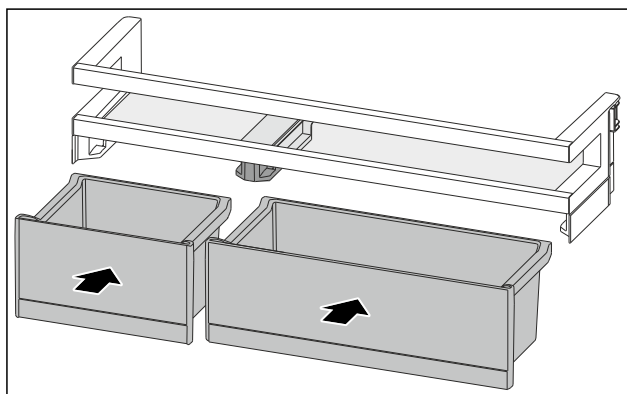

Fig. 86
- ▶ Włożyć VarioBox w innym rozmieszczeniu. (patrz Fig. 86)